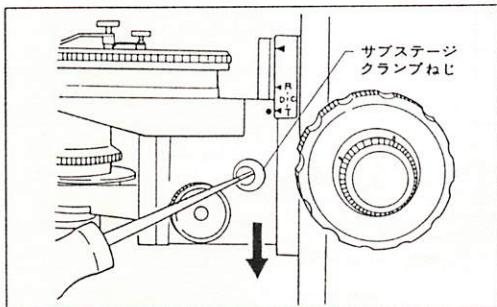

図 27
- 焦準装置のストロークの他に、図27のようにドライバでクランプねじを緩めると、サブステージを検鏡状態より32mm下げるることができます。